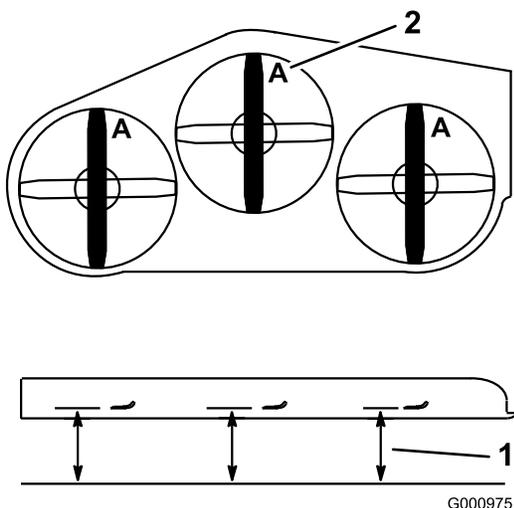

Figura 69
- Meça a partir de uma superfície nivelada para a extremidade de corte, posição **A**, das lâminas (Figura 69).